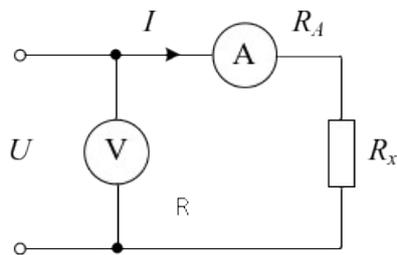
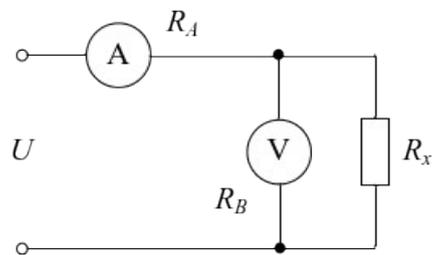

Рис. 1.1. Схема правильного включения амперметра
Рис. 1.2. Схема правильного включения вольтметра
В зависимости от соотношения сопротивлений измерительного прибора и измеряемого объекта R_x применяют так называемые схемы правильного включения амперметра (рис. 1.1) или вольтметра (рис.1.2)
Вариант схемы (рис.1.2) отличается тем, что вольтметр подключается параллельно резистору R_x . Из неизвестных величин (U_x, I_x) правильно измеряется только напряжение U_x . Общий ток при этом $I = I_x + I_V$ превышает истинное значение на величину тока, текущего через вольтметр $I_V = U_x / R_V$. Методическая погрешность в этом случае тем меньше, чем больше R_V .
Относительная погрешность измерения для схемы (рис. 1.1)
Для схемы (рис. 1.2) справедливы равенства
1. Для схем рис.1.1 и рис.1.2 записать выражения для определения величины сопротивления по показаниям амперметра и вольтметра, и мощности, рассеиваемой сопротивлением при известном номинальном токе I_n и номинальном напряжении U_n .
1.1 В схеме, изображенный на рис.1.1, показания вольтметра U_v равны сумме напряжений на сопротивлении R_x и на амперметре U_a . В этом случае
1.2 В схеме, изображенный на рис.1.2, показание амперметра I_a равно сумме токов в сопротивлении R_x и вольтметре I_v , следовательно, измеряемое сопротивление определяется по формуле (1.7):
1.3 В схеме, изображенный на рис.1.1, показания амперметра I_a равно току проходящему через резистор I_x . По формуле (1.6) определяем сопротивление R_x , следовательно, мощность рассеивания резистора определяем по формуле (1.8):
1.4 В схеме, изображенный на рис.1.2, показания вольтметра U_v равно напряжению, проходящему через резистор U_x , потому что они
2. Вывести выражения для определения относительных погрешностей измерения сопротивлений для схем рис.1.1 и 1.2, если известны значения сопротивлений вольтметра R_v , амперметра R_a и действительные значения сопротивлений R_x .
2.1 Для схемы, изображенный на рис.1.1 измеренное сопротивление будет равно сумме сопротивлений R_a и R_x , так как они последовательны. Следовательно, для определения абсолютной погрешности используем формулу (2.0):
2.3 Для схемы, изображенный на рис.1.2 измеренное сопротивление будет равно значению, которая эквивалентна сопротивлениям R_v и R_x , так как они параллельны. Следовательно, для определения абсолютной погрешности используем формулу (2.2):
3.1 Для определения погрешности R_x (рис.1.1) справедливы формулы (2.0) и (2.1):
3.2 Для определения погрешности R_x (рис.1.2) справедливы формулы (2.1) и (2.2):
2. С помощью интерактивных коммутационных элементов смоделировать схему для измерения большого сопротивления (см. рис.1.1). В схеме использовать приборы: вольтметр с пределом измерения 25 В и миллиамперметр с пределом измерения 50 мА . Произвести измерения при пяти значениях напряжения. Результаты измерений занести в таблицу 2.
3. С помощью интерактивных коммутационных элементов смоделировать ошибочную схему для измерения большого сопротивления (см. рис.1.2). В схеме использовать те же приборы, что и в предыдущем пункте. Произвести измерения при пяти значениях напряжения. Результаты измерений занести в таблицу 1.2.
4. С помощью интерактивных коммутационных элементов смоделировать схему для измерения малого сопротивления (см. рис.1.2). В схеме использовать амперметр с пределом измерения 10 А и милливольтметр с пределом измерения 100 мВ . Измерения произвести при пяти значениях напряжения. Результаты измерений занести в таблицу 1.2.
5. С помощью интерактивных коммутационных элементов смоделировать ошибочную схему для измерения малого сопротивления (см. рис.1.1). В схеме использовать те же приборы, что и в предыдущем пункте.
7. Зная действительные значения сопротивлений (заданный вариант) определить абсолютные и относительные погрешности их измерений с помощью схем рис. 1.1 и 1.2.